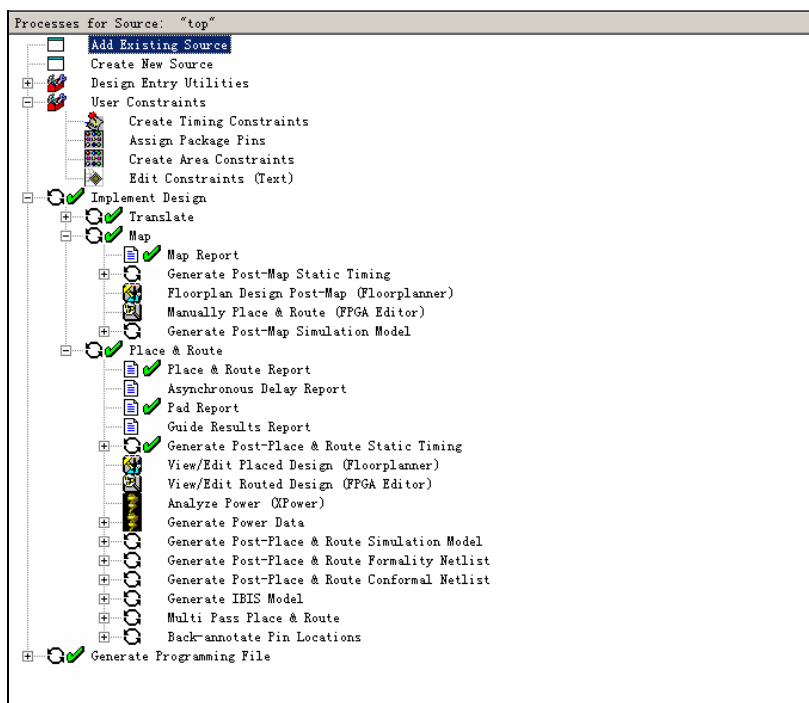

图8-34 在 ISE 中完成实现流程
- (1) 在 ISE 中完成实现流程，如图 8-34 所示。